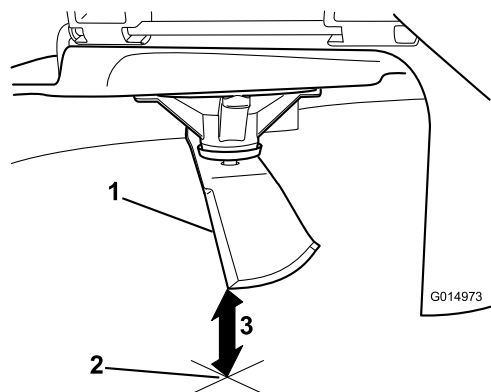

Bild 79
5. Messen Sie von der Messerspitze bis zu ebenen Fläche (**Bild 79**).